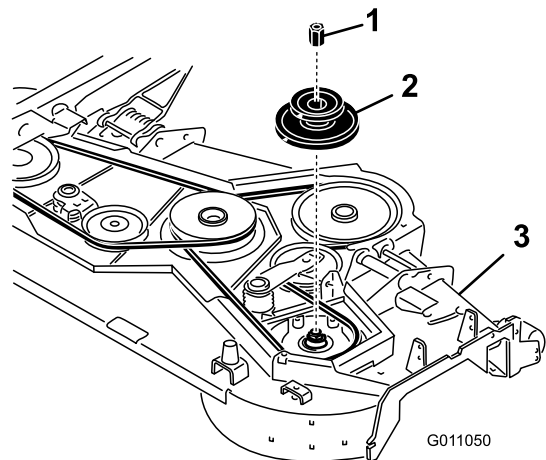

Figure 3
4. Placez une cale sous l'axe de la lame droite sous le plateau de coupe avant de déposer la poulie droite du plateau (Figure 3). Cela empêchera les composants de l'axe de tomber quand l'écrou de la poulie est retiré.
5. Enlevez l'écrou existant de la poulie et enlevez la poulie (Figure 3). Mettez la poulie et l'écrou de côté pour un usage ultérieur.
6. Montez la nouvelle double poulie sur l'axe et fixez-la avec le nouvel écrou (Figure 3). Serrez l'écrou à un couple de 176 à 203 Nm.